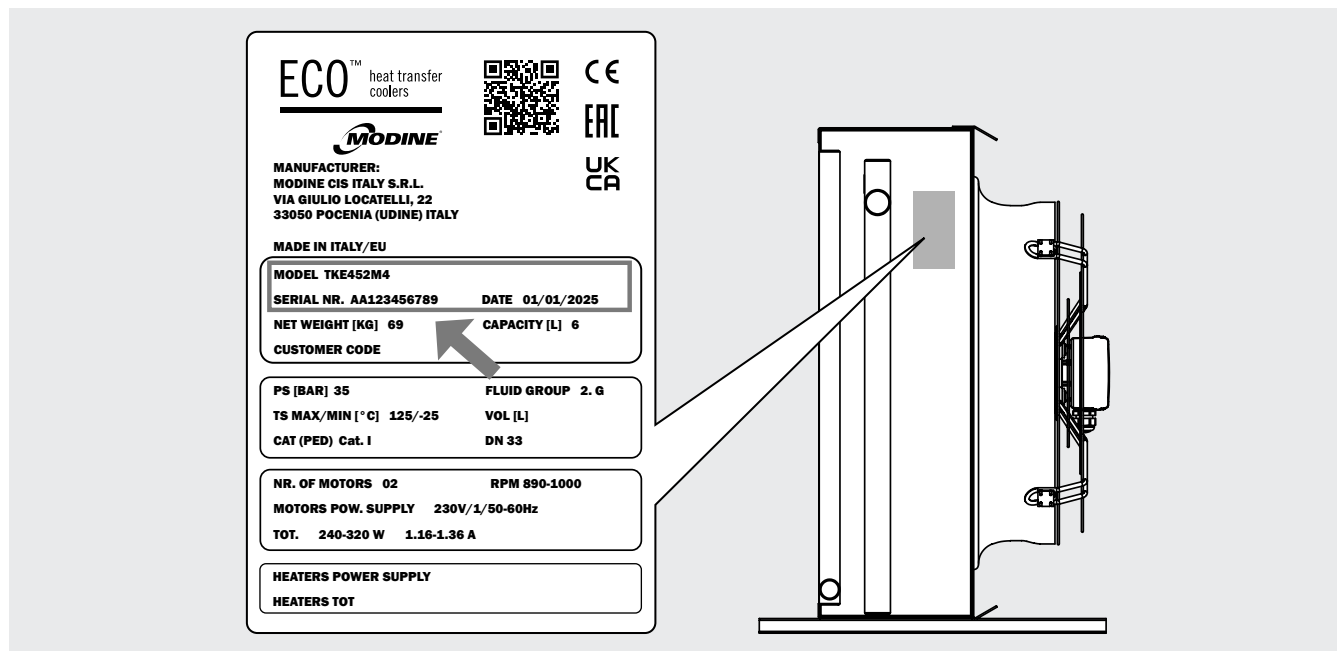

Figura 1
- 3.1 Per qualsiasi comunicazione, richiesta di assistenza o ricambi, fornire il nome del modello e il numero di serie riportati sulla targhetta dati. Si veda la Figura 1.